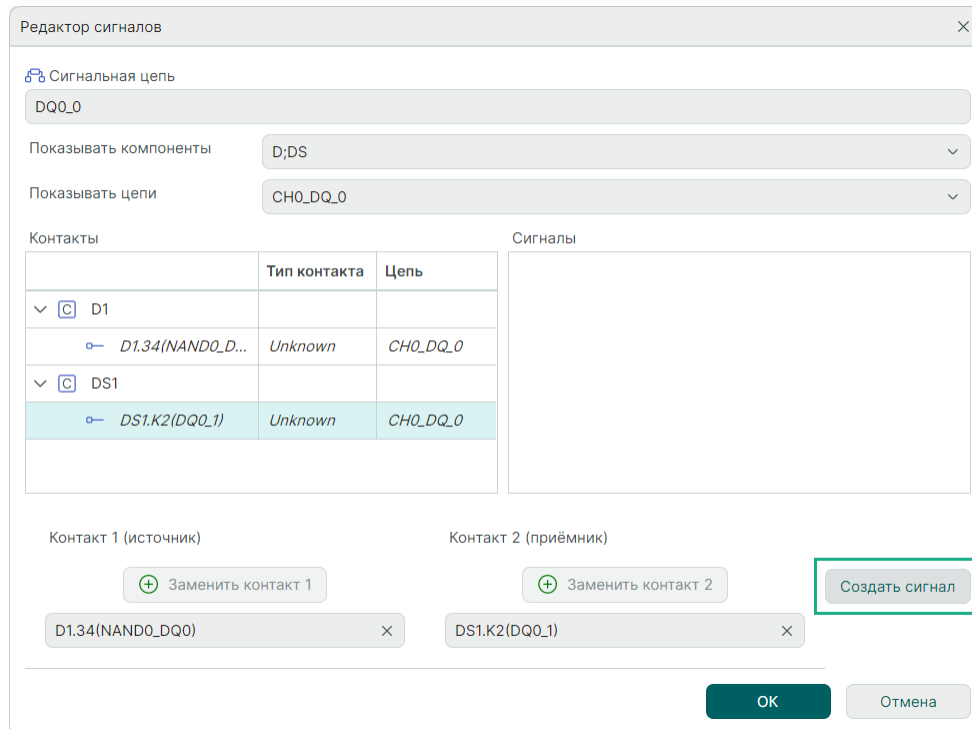

Рис. 145 Формирование пары источника и приемника сигнала
6. По завершении нажмите кнопку «Создать сигнал», см. Рис. 145.